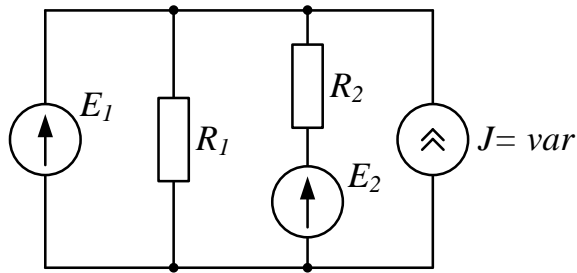

Рис. 2
2. Проанализировать влияние тока источника тока \mathfrak{I} на токи ветвей схемы (рис. 2).